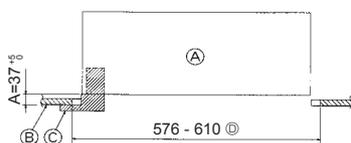

Fig. 5-2
①	Решетка	1	625 × 625 (мм)
②	Винт с шайбой	4	M5 × 0,8 × 28 (мм)
③	Лекало	1
④	Соединительный провод для приемника сигнала	1	Входит в комплект, если оснащено приемником сигнала.
⑤	Соединительный провод для датчика i-See	1	Входит в комплект, если оснащено датчиком i-See.
⑥	Зажим	2	Входит в комплект, если оснащено приемником сигнала.
⑦	Зажим	2	Входит в комплект, если оснащено датчиком i-See.
5.2. Подготовка к присоединению решетки (Fig. 5-2)